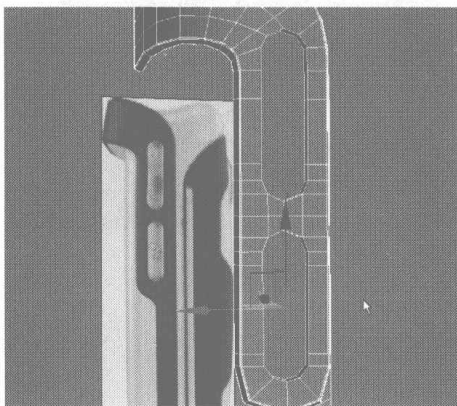
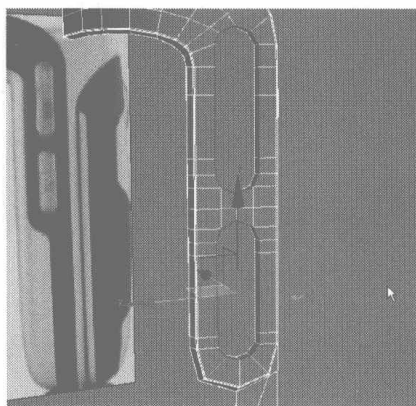
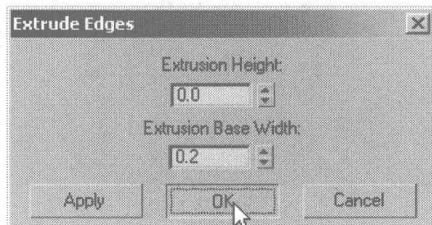

图 4.439
图 4.440
图 4.441
- 20** 在按钮的周围适当添加一些细分曲线并进行调整, 如图 4.439 所示, 再选择如图 4.440 所示的边线, 在 Edit Edges 卷展栏中单击 **Extrude** 右侧的小按钮, 在弹出的对话框中设置挤压参数, 如图 4.441 所示, 并将挤压后多余的节点进行焊接。